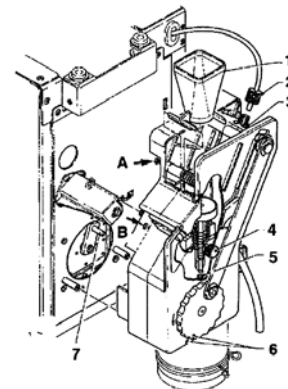

Рис. 14
- снимите тефлоновый шланг бойлера, который соединяется с верхним поршнем, следя за тем, чтобы не потерять уплотняющую прокладку (см. рис. 14);
- Ослабьте винты А и В так, чтобы можно было вынуть воронку для кофе (см. рис. 14).